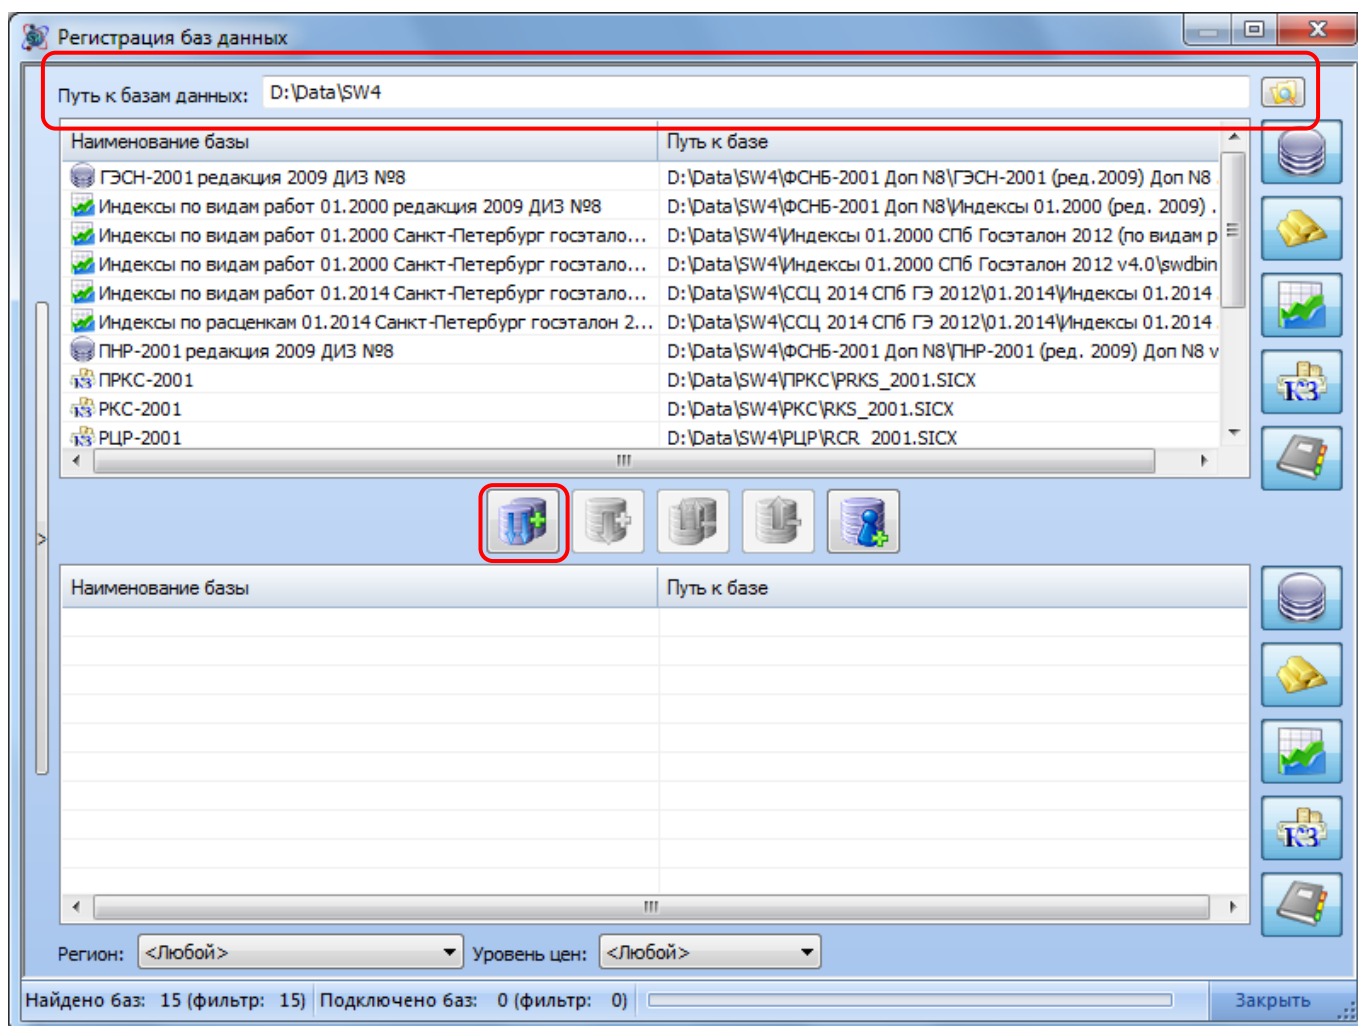

Рис. 6.17 Окно Регистрация баз данных
2. В открывшемся диалоговом окне *Регистрация баз данных* (рис. 6.17) при помощи кнопки  — Обзор указать путь к каталогу, в котором расположены файлы баз данных;
2. В открывшемся диалоговом окне *Регистрация баз данных* нажать на кнопку  — Создать персональную базу (см. рис. 6.17);